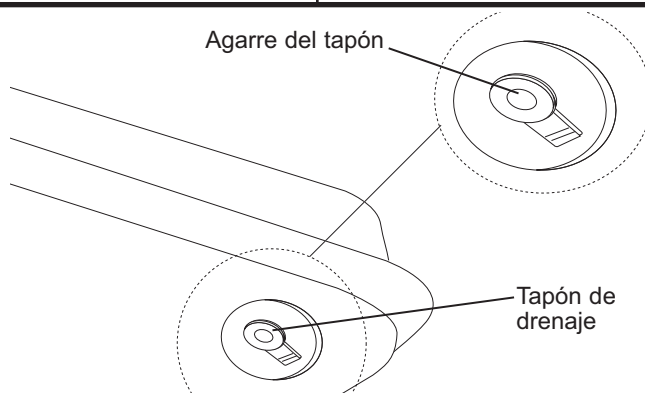

Figura 11. Extracción del Tapón de Drenaje
2. Para extraer el tapón de drenaje (135 / 190 / 215), tire del agarre del tapón hacia abajo y extraiga el cabezal de sellado del orificio de drenaje en el tanque (véase la **Figura 11**).